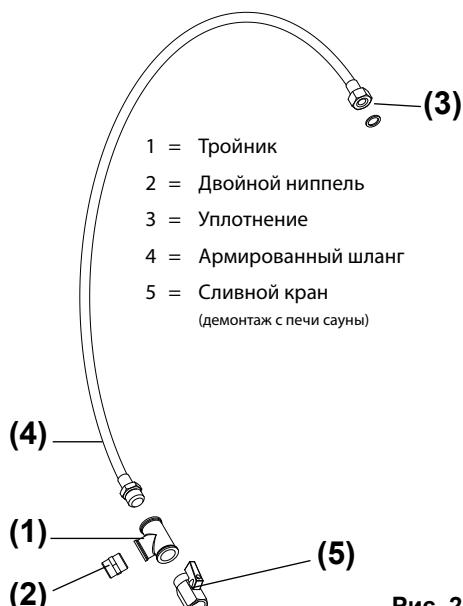

Рис. 2
- Выполните соединение бака для воды с испарителем согласно рис. 2 и рис. 6.